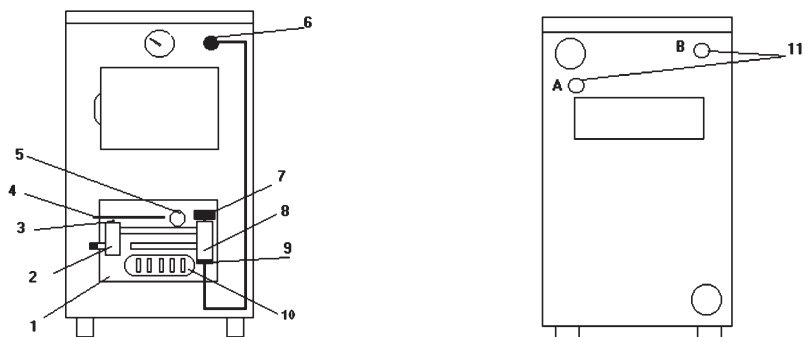

Рис. 2
3. На крепежные кронштейны в рамке установить фронтальный щиток 1 автоматического газогорелочного устройства (рис.2)
4. Установить термобаллон термодатчика 9 (рис.2) в отверстие 6 (рис.2).
- 1) Перед розжигом газогорелочного устройства необходимо проветрить помещение и провентилировать топливник котла в течение 5-10 минут. Ручка 7 (рис.2) управления горелкой должна быть закрыта.
- 3) При розжиге газогорелочного устройства щели во фронтальной щитке должны быть открыты на величину, обеспечивающую нормальную тягу. Тяга регулируется решеткой 10 (рис.2) и шибером дымохода.
- 4) Зажечь бумажный жгутик, нажать кнопку клапана 3 (рис.2) до отказа и через смотровое отверстие 5 поднести жгутик к запальной горелке. Убедившись в наличии устойчивого пламени на запальной горелке, держать кнопку в таком положении до тех пор, пока рычаг 4 не наедет на одну треть ее диаметра. Отпустить кнопку. После этого плавно открыть ручку управления 7 и проследить, чтобы газ на основной горелке воспламенился от запальной горелки. Перед открытием ручки управления смотровая заслонка 5 должна быть закрытой.